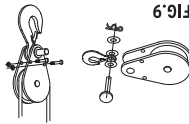
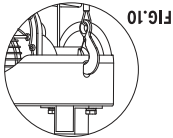

FIG.9
FIG.10
6.1. Para poder utilizar el polipasto con la polea debe quitarle los tornillos para colocarla entre el cable (FIG.9), posteriormente debe colocar el gancho del cable en la ranura de anclaje del soporte del polipasto (FIG.10).